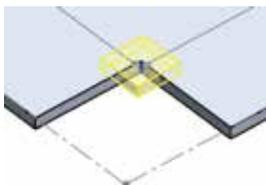

图 5.217 方形释放槽
- **方形** 释放槽类型：用于在释放槽边线处切除方形形状材料，如图 5.217 所示。